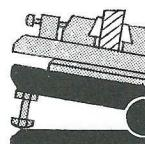
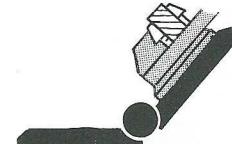

Fig. 13
Fig. 14
- 2) Adaptation du RP 60 tournant ; l'ensemble constitué est entièrement universel et d'un encombrement minimum, fig. 13, 14, 15, 16.
- Recto, fig. 13      Verso, fig. 14